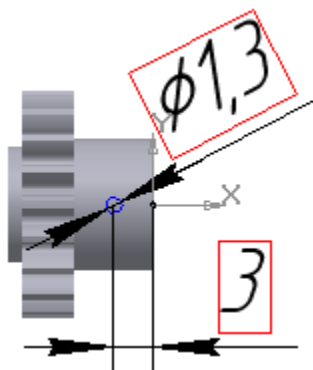

Рисунок 1.30 – Ескіз прямого отвору
20. Для прямого отвору створіть у площині XY наступний ескіз (рис. 1.30):